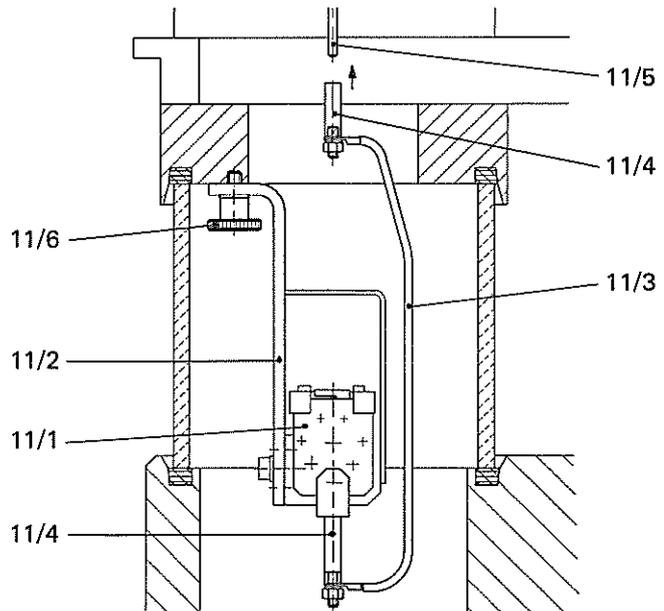

Fig. 11 Einbau des Verdampferkopfes zum Anschmelzen von Platin-Kohle
- Verdampferkopf in aufrechter Position in Aufnahme- flansch WF 306 einbauen (siehe Fig. 11). Dazu werden verlängerter Haltewinkel (Pos. 11/2) und verlängerte Anschlusskabel (Pos. 11/3) benötigt (im Zubehörsatz enthalten).